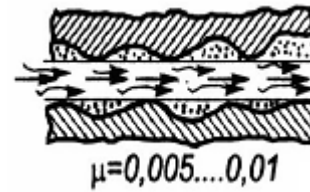

Fig.5
- **frecare fluidă** – se produce numai între straturile de lubrifiant (fig 5); acest tip de frecare apare la turații mari.